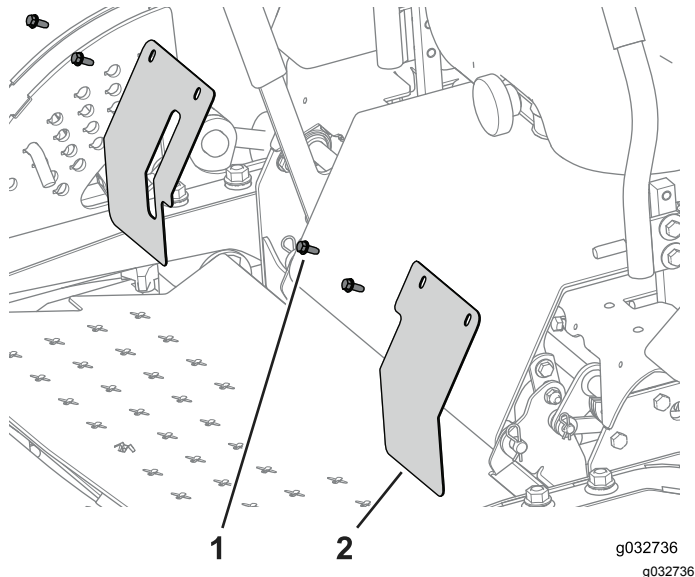

Figure 114
1. Déposez les plaques de protection et mettez-le de côté (**Figure 114**).